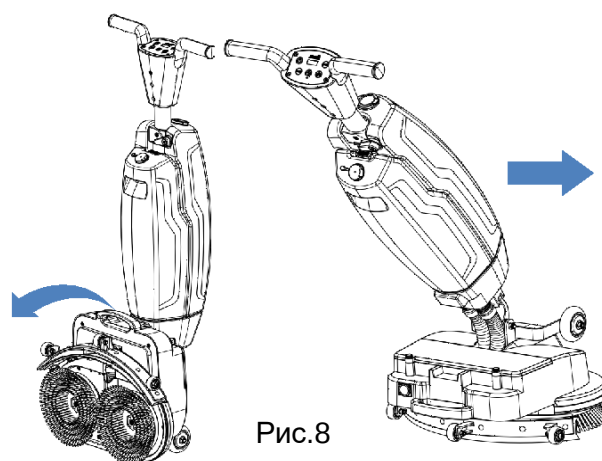

Рис.8
7. Надежно установите машину на полу. Возьмитесь обеими руками за ручку. Выберите соответствующий режим и приступайте к работе. (Рис.8)